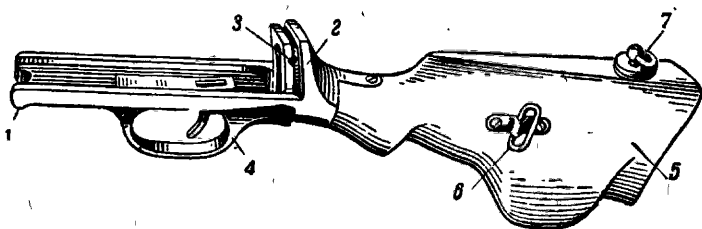

Рис. 27. Спусковая рама с прикладом:
**Спусковая рама** (рис. 27) служит для помещения спускового механизма и ограничения движения затворной рамы в крайнее заднее положение.